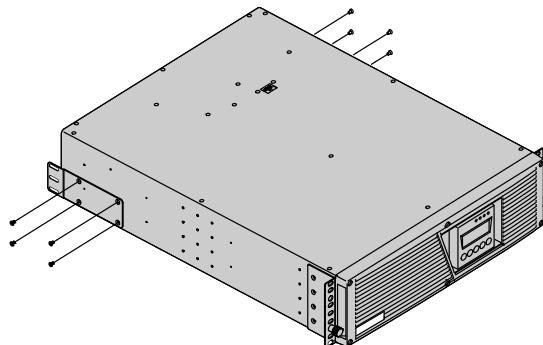

Рисунок 8. Установка задних прижимных скоб
11. Опции. Установите задние прижимные скобы (включенные в комплект направляющих), если вам необходимо сдвинуть корпус стойки с уже установленным в ней ИБП (см. Рисунок 8).